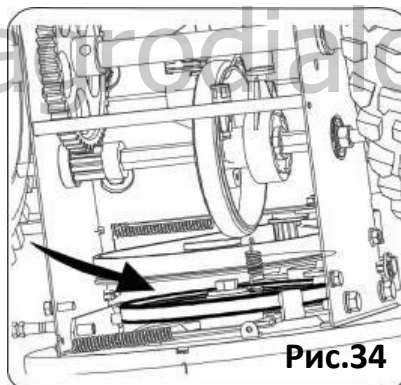

Рис.34
- Снимите ремень со шнекового шкива и вставьте ремень между опорным кронштейном и шнековым шкивом. Соберите шнековый ремень, следуя инструкциям в обратном порядке см.рис.34.